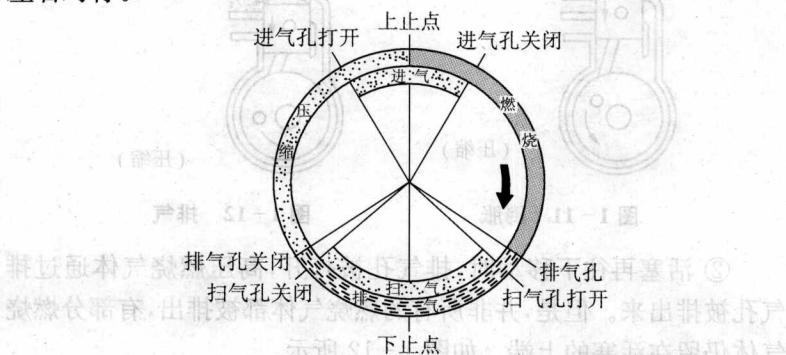

图 1-15 二冲程发动机配气相位图
⑤ 二冲程发动机(活塞阀式)的配气相位如图 1-15 所示。左右对称。